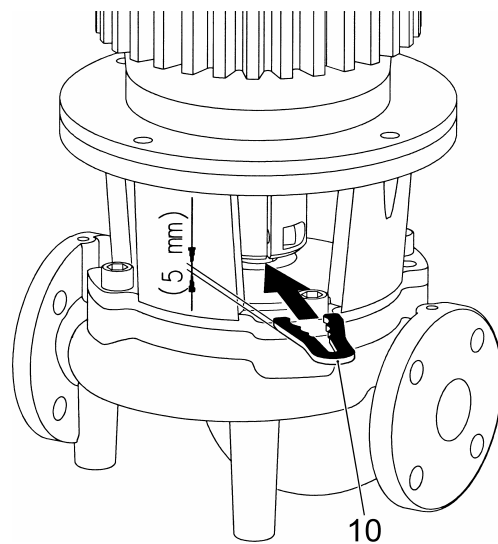

Рис. 8
10. Монтажная вилка, см. Рис. 8 (поставляется отдельно)
**Монтажная вилка (рис. 8, поз. 10) необходима при проведении всех монтажных работ для установки правильного положения рабочего колеса в корпусе насоса!**